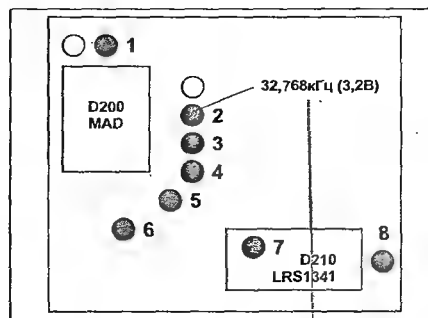

Рис. 9.6. Контрольные точки
1. Сигнал сброса PURX (см. КТ-3 на рис. 9.6).
2. Сигнал SLEEPCLK частотой 32,768 кГц (КТ2 на рис. 9.6). Размах — 3,2 В.
4. Сигнал обращения к флэш-памяти ROMSELT: активный уровень — низкий, пассивный — 2,8 В, проверяется в КТ6 (рис. 9.6).
5. Сигнал обращения к ОЗУ — RAMSELT: активный уровень — низкий, пассивный — 2,8 В, формируется микросхемой D200, проверяется в КТ7 (рис. 9.6).
6. Двухнаправленная шина данных между D200 и D210 (ОЗУ) D0: активный уровень — 2,8 В, пассивный — 0 В, проверяется в КТ8 (рис. 9.6).
7. Сигнал частотой 13 МГц (COBBACLK). Его формирует D200, сигнал поступает на микросхему N250 (COBBA), проверяется в КТ1 (рис. 9.6).
8. Сигнал разрешения генерации частоты 26 МГц VXOEN: активным является высокий уровень (2,8 В). Сигнал формируется микросхемой D200 и передается в N100 (CCONT), проверяется в КТ5 (рис. 9.6).